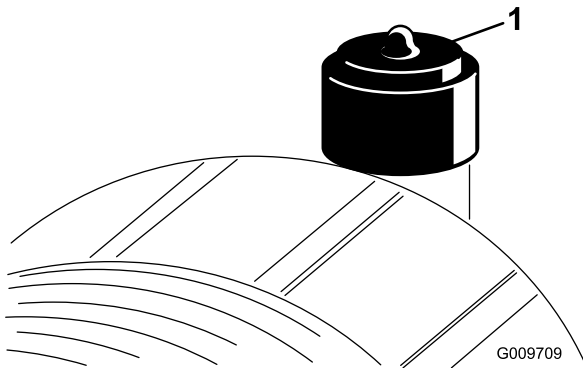

Figura 54
Effettuate la manutenzione del filtro dell'aria quando l'indicatore (Figura 54) lo richiede. Sostituendo il filtro dell'aria prima del necessario si aumenta il rischio che la morchia penetri nel motore quando si toglie il filtro.
- Se la spia (Figura 54) è rossa, resettatela.